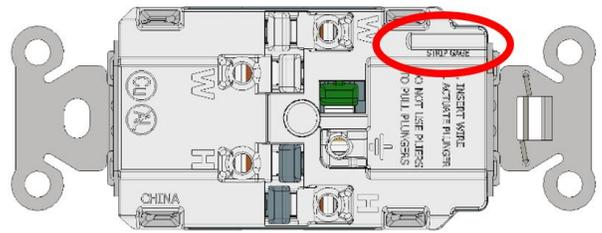

Fig. 5
- Dénuder le conducteur selon le gabarit de dénudage de la Fig. 5 (9/16 po).